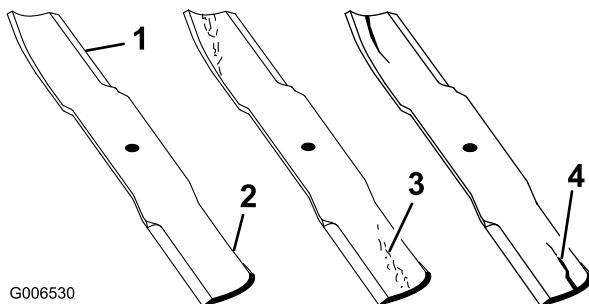

Figura 28
2. Verificate accuratamente i taglienti, con particolare attenzione ai punti d'incontro delle sezioni piatta e curva della lama (Figura 28). Sabbia e materiali abrasivi possono consumare il metallo che connette le sezioni piatta e curva della lama, per cui si consiglia di controllare la lama prima di usare la macchina. Se notate che la lama è consumata (Figura 28), sostituitala; vedere Rimozione della lama.
Se continuate ad usare la lama usurata, si forma una scanalatura tra la costa e la sezione piatta della lama (Figura 28). Alla fine, un pezzo di lama può staccarsi e venire lanciato dal sottoscocca, con il rischio di ferire gravemente voi o gli astanti.